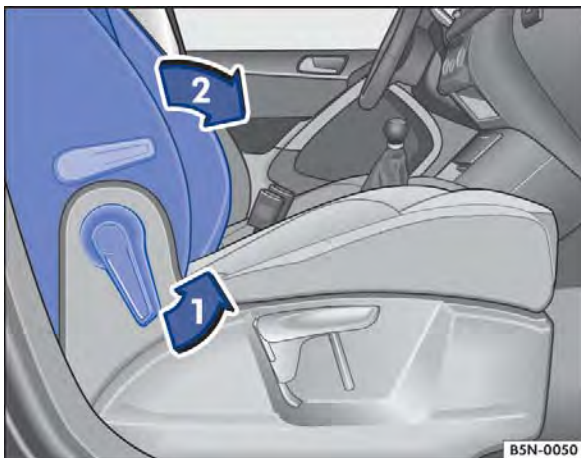

Fig. 54 Rebater o encosto do banco do passageiro dianteiro para frente.
- Destruar o encosto do banco do passageiro dianteiro no sentido da seta ⇒ Fig. 54 ①.
- Rebater o encosto do banco do passageiro dianteiro para frente no sentido da seta ② na posição horizontal.